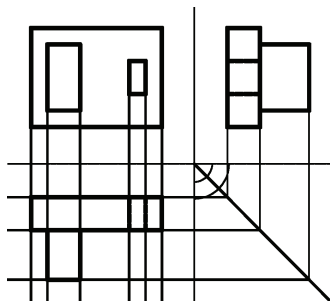

图 2-39 绘制不可见轮廓线
6) 在“常用 | 图层”中选择“粗虚线”图层, 使之成为当前图层。执行“直线”命令 (L), 根据“主视图”和“左视图”所自动创建的构造线绘制“俯视图”中右边 5×10 矩形孔的不可见轮廓线, 如图 2-39所示。